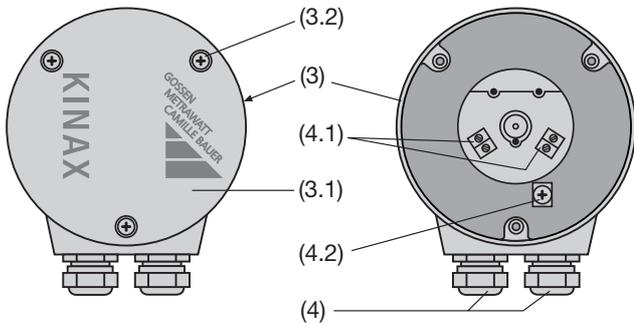

Bild 9. Rückenteil (3) mit Klemmen (4.1) sowie (4.2) und Stopfbuchsen (4).
Bei den Varianten mit direkt am Messumformer angebrachten **Schraubklemmen** und **Stopfbuchsen** befinden sich 4 Schraubklemmen (4.1) und 1 Erdungsklemme (4.2) – wie Bild 9 zeigt – im Rückenteil (3). Die Schraubklemmen eignen sich für max. 1,5 mm2 Drahtquerschnitte und sind nach Abnehmen des Deckels (3.1) zugänglich.
... mit **Schraubklemmen und Stopfbuchsen** die 3 Schrauben (3.2) herausschrauben, und den Deckel (3.1) abnehmen (Bild 9, links).